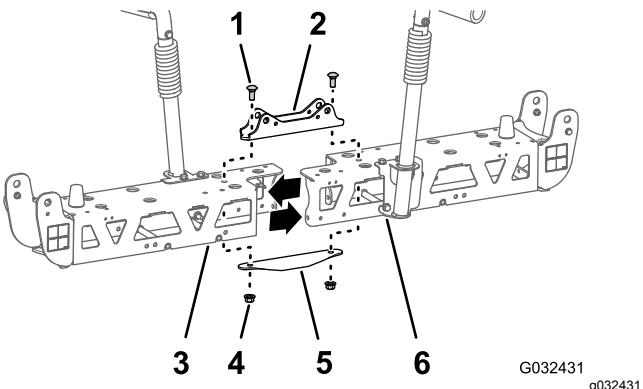

Рисунок 51
- Удалите два каретных болта (1/2 x 1-1/4 дюйма) и две контргайки (1/2 дюйма), которые крепят узкое крепление цилиндра, левую и правую ферменные рамы и узкую соединительную пластину (Рисунок 51).